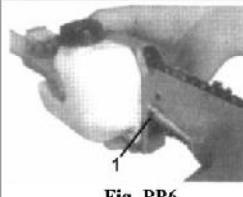

Fig. PP6
3. Soulever l'extrémité du guide chaîne et tourner la vis de tension (Fig. PP6)